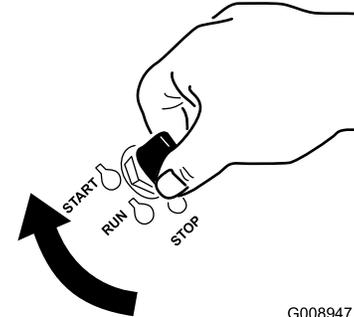

Figure 20
1. Tournez la clé à la position de DÉMARRAGE (Figure 20).